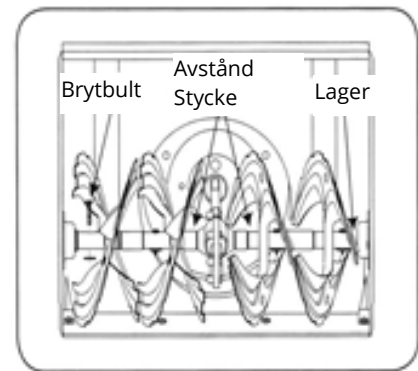

Fig. 26
- Skruven är fäst vid spiralaxeln med två fjäderbultar och en splitter. Om skruven skulle träffa ett främmande föremål eller is, är snöslungan konstruerad så att bultarna går sönder. Se bild 26.